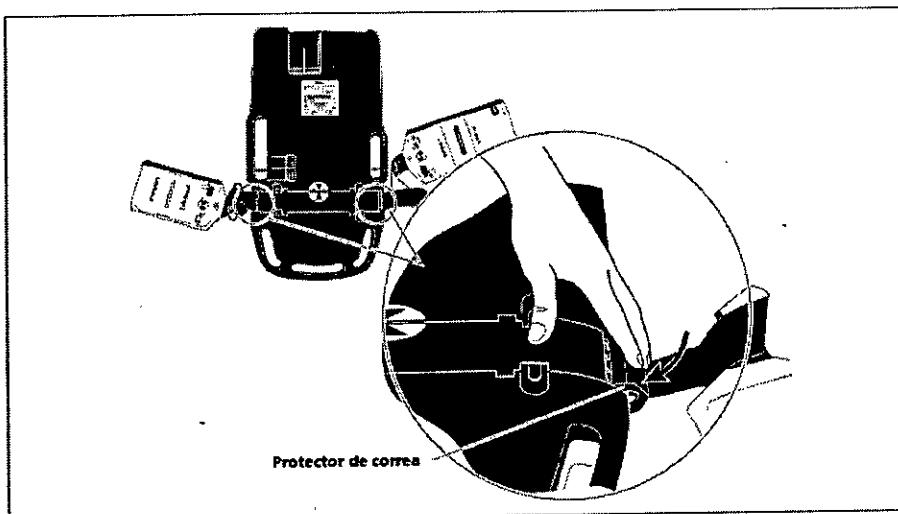

Figura 2-4 Bajada de los protectores de correa articulados de la LifeBand
9. Baje los protectores de correa articulados de la cubierta protectora para engranar las bandas torácicas LifeBand a los rodillos (consulte la Figura 2-4).